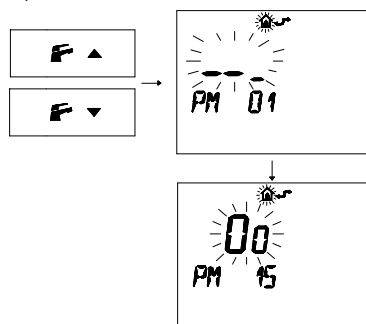

Figura 5.28
- Premere i pulsanti F ▼ o F ▲ per visualizzare la programmazione "PM15" abilitazione della sonda esterna (Figura 5.28)